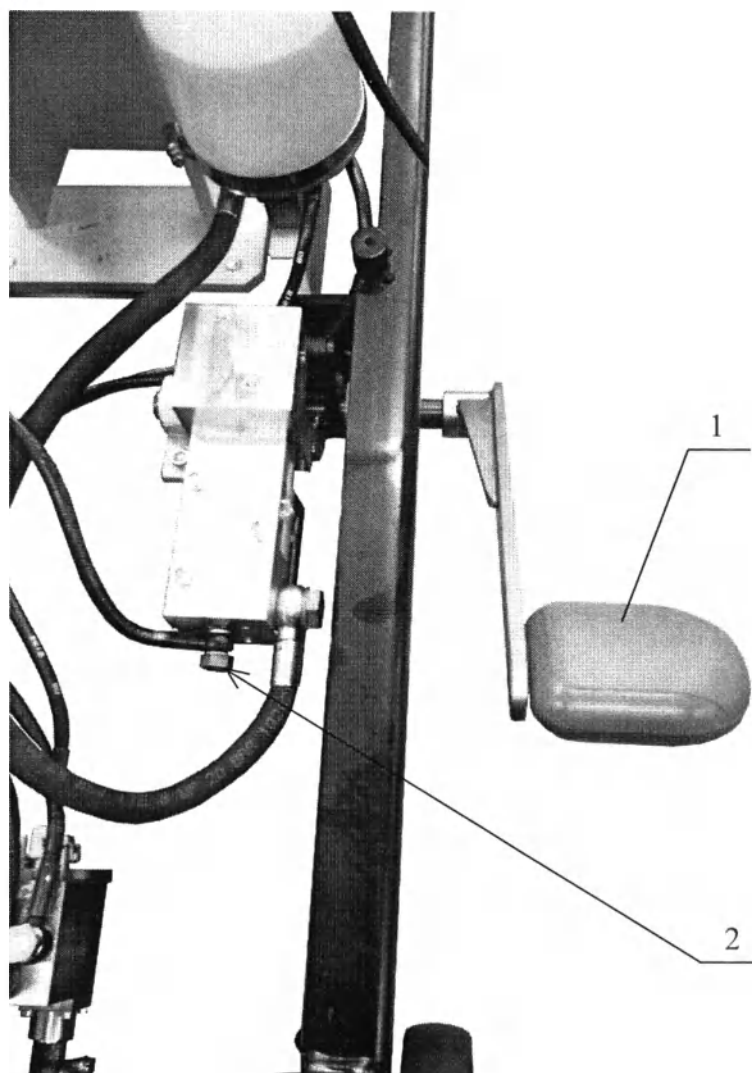

Рисунок 15. Развоздушивание гидросистемы
- нажать педаль насоса 1 (Рисунок 15) 8 – 10 раз и удерживать ее в нижнем положении;